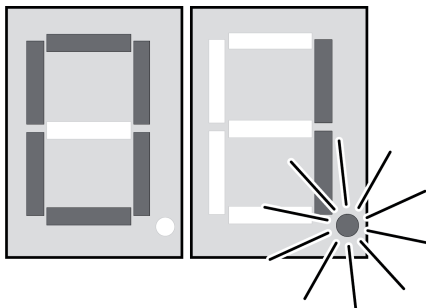

Figure 5: Mode d'affectation
- Appuyer sur les deux touches ▲ et ▼ (12) pendant env. 5 secondes. Le point décimal droit est également allumé sur l'affichage (figure 5).
Le point décimal droit est également allumé sur l'affichage (figure 5).